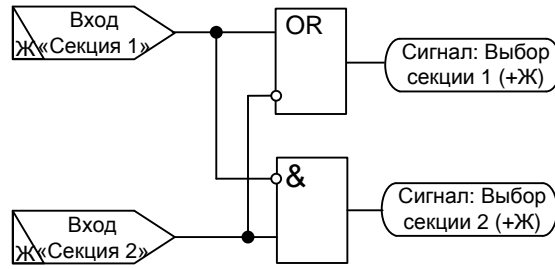

Рисунок 5.2 – Логика выбора регулируемой секции.
**Режим работы** может быть выбран кнопкой с пульта управления «Руч/авт» или с помощью дискретного входа «Авт. режим». Логика переключения режима управления представлена на рис. 5.2.
**Выбор регулируемой секции** осуществляется с помощью дискретных входов «Секция 1» и «Секция 2». При одновременном наличии или отсутствии данных входов для регулирования будет выбрана секция 1 (см. рис. 5.2).